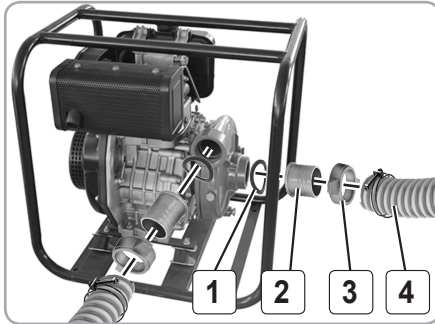

Fig.7
- pentru conectarea motopompei trebuie să folosiți furtune de aspirație/refulare cu armatură neexpandabilă fixate cu colierele (se achiziționează separat) (Fig.7);